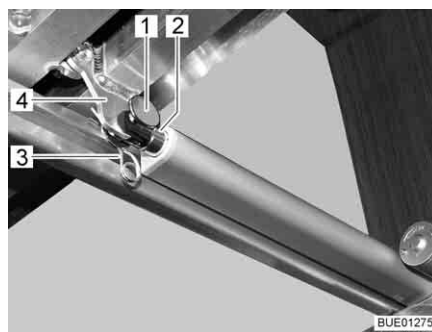

Fig. 104 Entraînement
- Désolidariser la jonction (par ex. la broche et la goupille ressort (Fig. 104,1 et 3)) entre la tige de poussée (Fig. 104,2) et le sommier à lattes (Fig. 104,4).